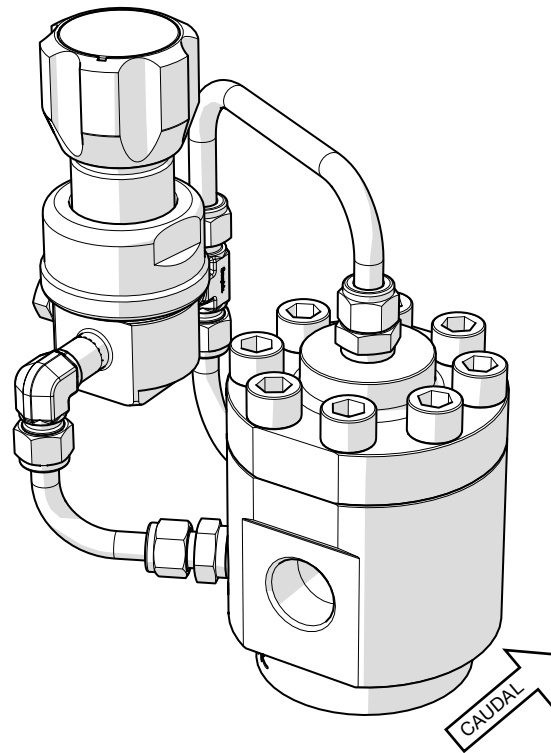
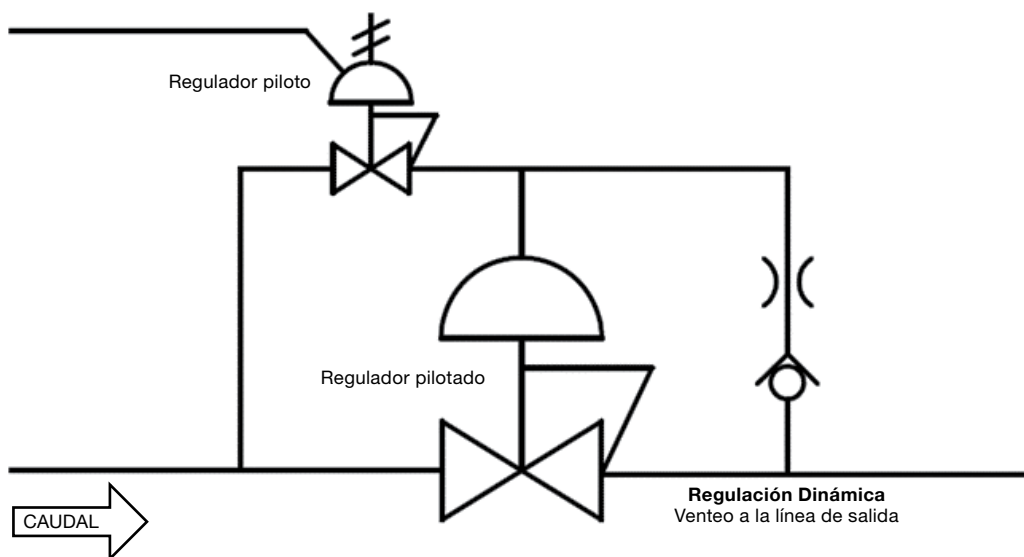
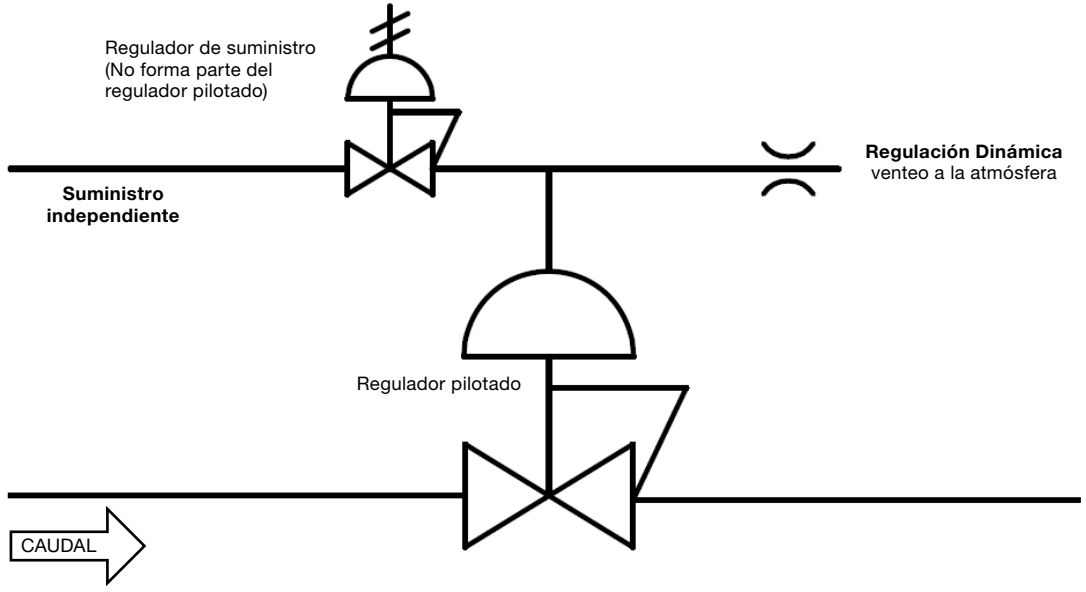

Figura 1
Figura 2
Figura 5
- La posición de montaje más adecuada del regulador es horizontal, con la carcasa del muelle/bóveda hacia arriba, según la Figura 1 (Ver la página 9). Otras posiciones de montaje pueden aumentar el riesgo de desgaste de los componentes.
- **Control del piloto integral.** En esta configuración, el regulador pilotado incluye un regulador piloto como parte del ensamblaje (figura 1). El regulador piloto, alimentado por la presión del sistema, se opera manualmente para controlar la presión de la bóveda (Figura 2). Esta configuración no es adecuada para aplicaciones de líquidos.
- **Control externo de la bóveda.** En esta configuración, la presión de la bóveda se suministra desde una fuente independiente, como una botella o la red de suministro (figura 5). Esta configuración es adecuada para aplicaciones de líquidos.
Se conseguirá el mejor rendimiento dejando pasar continuamente un pequeño caudal a través del regulador piloto. Este caudal puede ser venteado a través de un orificio (figura 5) o, en los sistemas de gas, retroalimentado a través de un orificio a la tubería aguas abajo (figura 2). A esto se le suele llamar **regulación dinámica**. Si no se requiere una regulación dinámica, se necesita un regulador piloto con auto venteo. Así, los fluidos del sistema ventearán a la atmósfera al disminuir la presión de consigna del regulador.